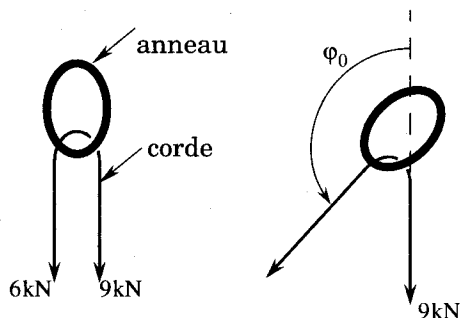

Figure 5
a) Dans le cas d'un renvoi vers le bas (figure 5), la force totale exercée sur l'anneau vaut 15kN. Un anneau résistant à 20kN est suffisant pour assurer la sécurité du grimpeur. Calculez cette force si le renvoi s'effectue sous un angle ϕ_0 ($\phi_0 < \pi$) ? On exprimera cette force en fonction de $T(0)$, f_d et ϕ_0 . L'anneau résiste-t-il ?